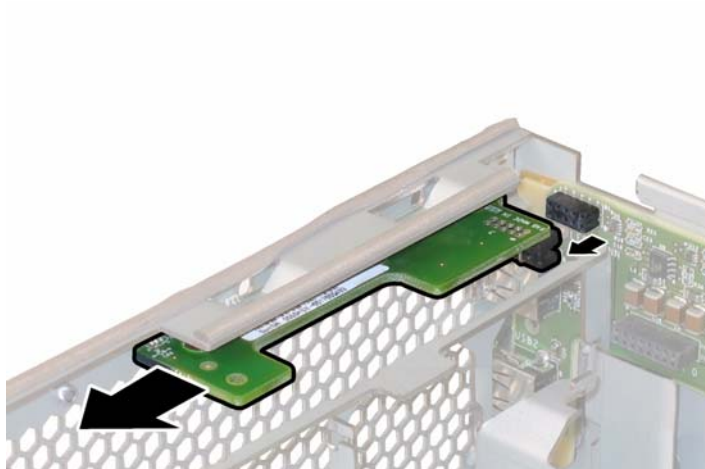

图 4-22 拆卸前面板指示灯板
7. 用右手支撑指示灯板，同时用左手将指示灯板轻轻地推向机箱的中央，使其从前面 I/O 板上断开。请参见图 4-22。